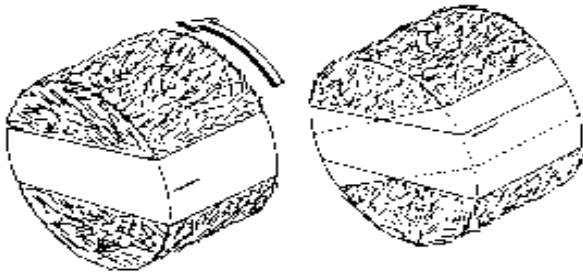

Abb. 9-1
- 8.1** Traktor anlassen und mit ungefähr 1000 U/min leerlaufen lassen. Die Maschine anheben, damit sie vom Boden freikommt. Die Ölzufuhr zur Wickelmaschine läßt sich mit zwei Einstellventilen, die sich auf der Vorderseite des Hydraulikblocks der Maschine befinden, einstellen (Abb. 9-1).
Mit einem Farbstift die Folie, die gerade um den Ballen gelegt wird, in der Mitte markieren. Das Einstellventil für die Walzengeschwindigkeit (Bild 13-1, Pos A) so einstellen, dass die Markierung auf der Folie gerade überdeckt wird. Eine Überlappung von 52-53 % ist ideal (Abb.9-1). Diese Einstellung gilt solange, Ballen gewickelt werden, die annähernd denselben Durchmesser haben. Sobald Sie Ballen mit anderen Durchmessern Wickeln, sollten Sie die Einstellung kontrollieren.